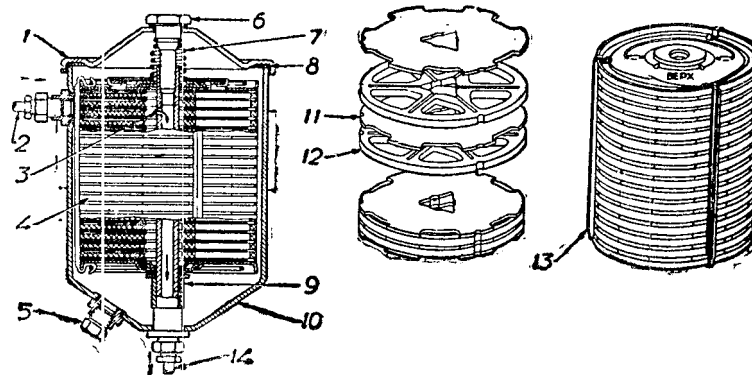

Рис. 11. Фильтр тонкой очистки.
**Масляный фильтр** (рис. 11) тонкой очистки укреплен на головке цилиндров над фильтром грубой очистки. Этот фильтр ежедневного ухода не требует. Ежедневно (примерно через каждую 1000 км), а также при каждой смене масла в двигателе, следует обязательно сливать его также из фильтра тонкой очистки, для чего необходимо от-